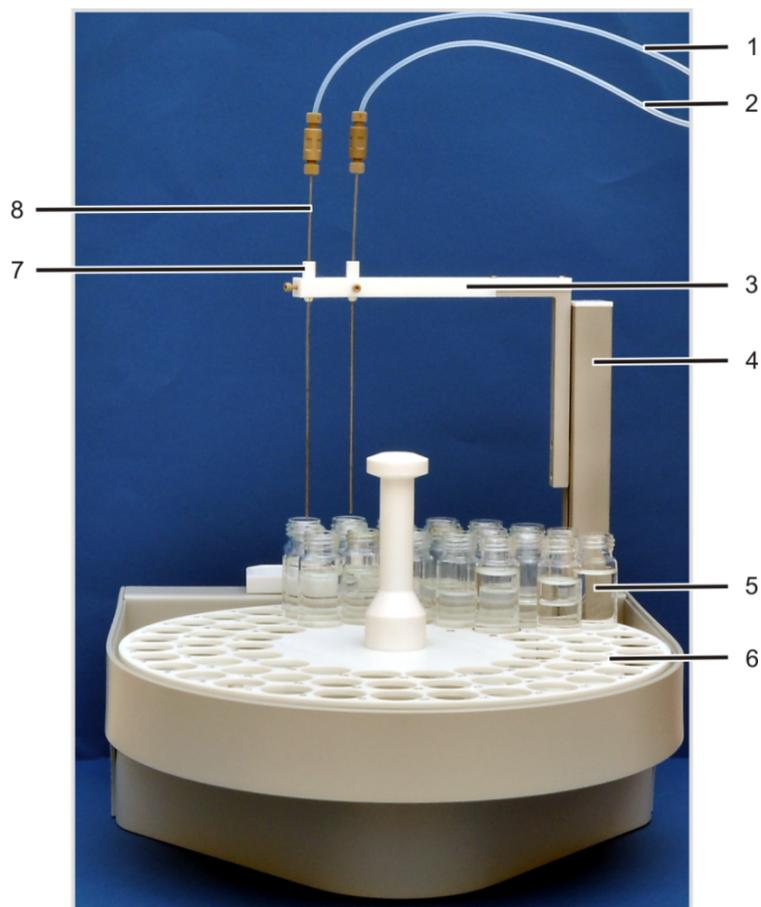

Fig. 26 Estructura del automuestreador AS vario
- ▶ Para mediciones de NPOC con purga realizada en paralelo: Introducción de una cánula con casquillo en cada una de las dos posiciones del soporte de cánulas (Fig. 26  50).